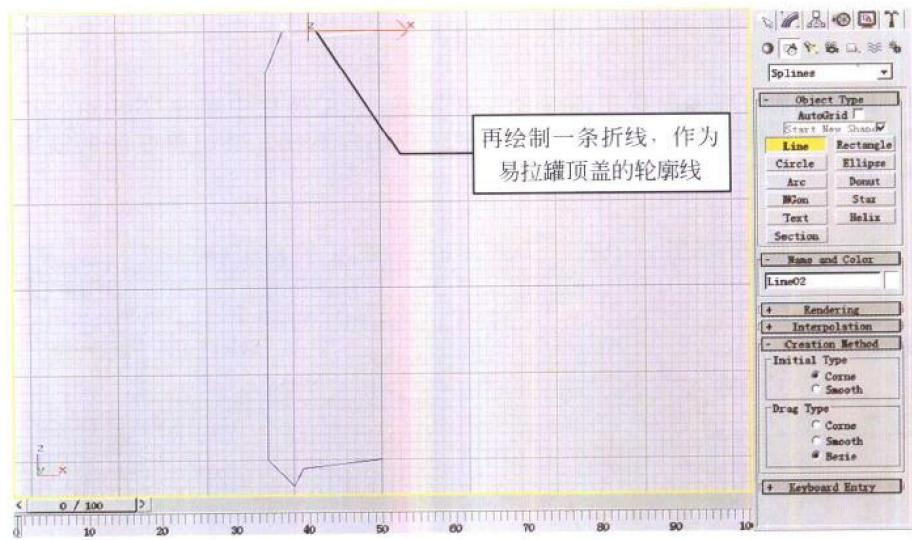

图 1-1-4
(4) 重复步骤 (3) 的操作，再绘制一条折线，作为易拉罐顶盖的轮廓线，如图 1-1-4 所示。